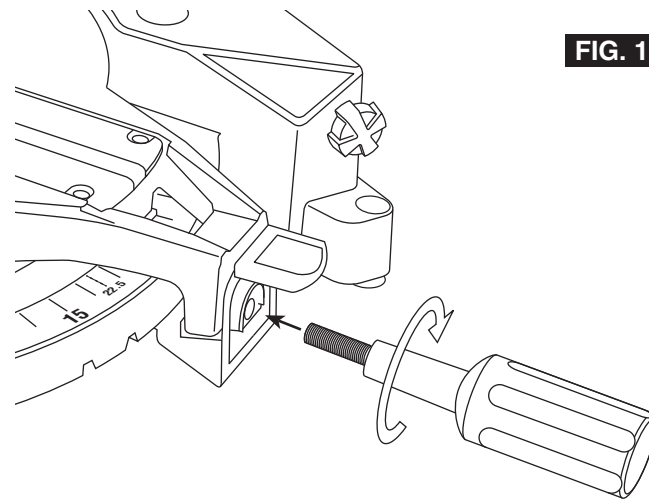

FIG. 1
2. Assemble Miter Lock Knob into front of Table as shown in Figure 1.
2. Montez le bouton de blocage d'onglet dans la partie frontale de la table illustré (Figure 1).